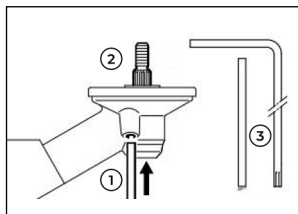

Рис. 11
Для монтажа и демонтажа режущих инструментов вал (Рис. 11 поз. 2) должен блокироваться с помощью фиксатора (Рис. 11 поз. 3).
Фиксатор (Рис. 11 поз. 3) вставить до упора в отверстие (Рис. 11 поз. 1) в приводе – слегка нажать. На вале, повернуть гайку либо режущий инструмент, пока стержень не зафиксируется и вал не будет заблокирован.
9.1 Снятие и установка катушки с леской (Рис. 11)